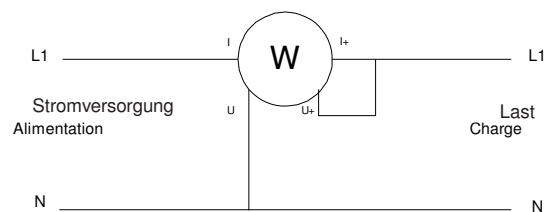
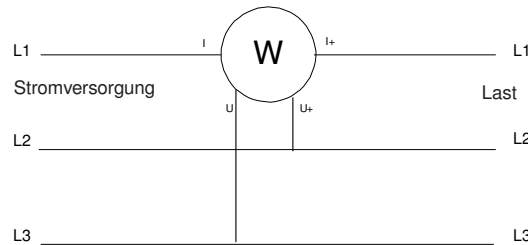

Abb. 4.4.1 Anschlussschema für einphasige Messung
Abb. 4.4.2 Anschlussschema für dreiphasige Messung im symmetrischen 3 Leitersystem (nur PX 120)
Verfahren Sie nach dem Anschlussschema aus Abb. 4.4.1 (einphasig) oder Abb. 4.4.2 (Dreiphasig ausgeglichen, T3FE nur PX 120) und stellen Sie wenn möglich für den entsprechenden Fall sicher, dass dabei die maximal zulässigen Grenzwerte nicht überschritten werden (siehe Tabelle unten).
3. Verfahren Sie nach dem Anschlussschema aus Abb. 4.4.1 (einphasig) oder Abb. 4.4.2 (Dreiphasig ausgeglichen, T3FE nur PX 120) und stellen Sie wenn möglich für den entsprechenden Fall sicher, dass dabei die maximal zulässigen Grenzwerte nicht überschritten werden (siehe Tabelle unten).
3. Verfahren Sie nach dem Anschlussschema aus Abb. 4.4.1 oder Abb. 4.4.2 (T3FE nur bei PX 120) und stellen Sie wenn möglich für den entsprechenden Fall sicher, dass dabei die maximal zulässigen Grenzwerte nicht überschritten werden (siehe Tabelle unten). Die Umschaltung des Messbereichs erfolgt automatisch.